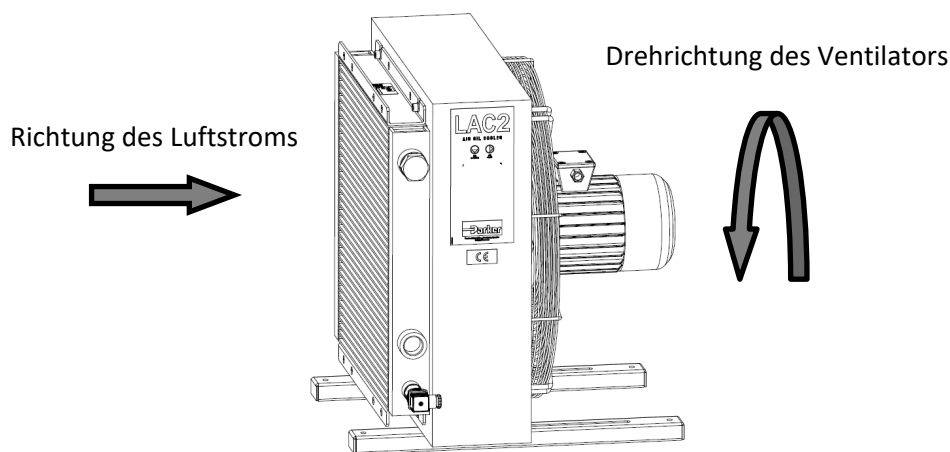

Abb.18
6. Während des Betriebs ist zu prüfen, ob bei Einschaltung des Ventilators die Drehrichtung und der Luftstrom dem Schema in Abb. 18 entsprechen